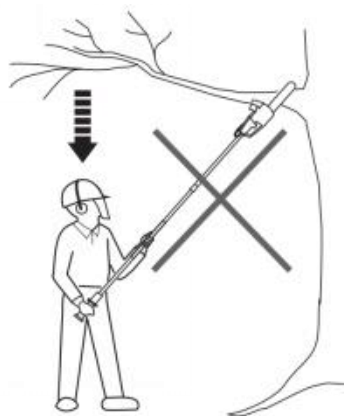

Fig. 51
4. Ga nooit direct onder de tak staan die u zaagt. Er kunnen voorwerpen vallen anders dan verwacht. Plaats uzelf altijd uit de buurt van vallende hinken (Fig. 51).